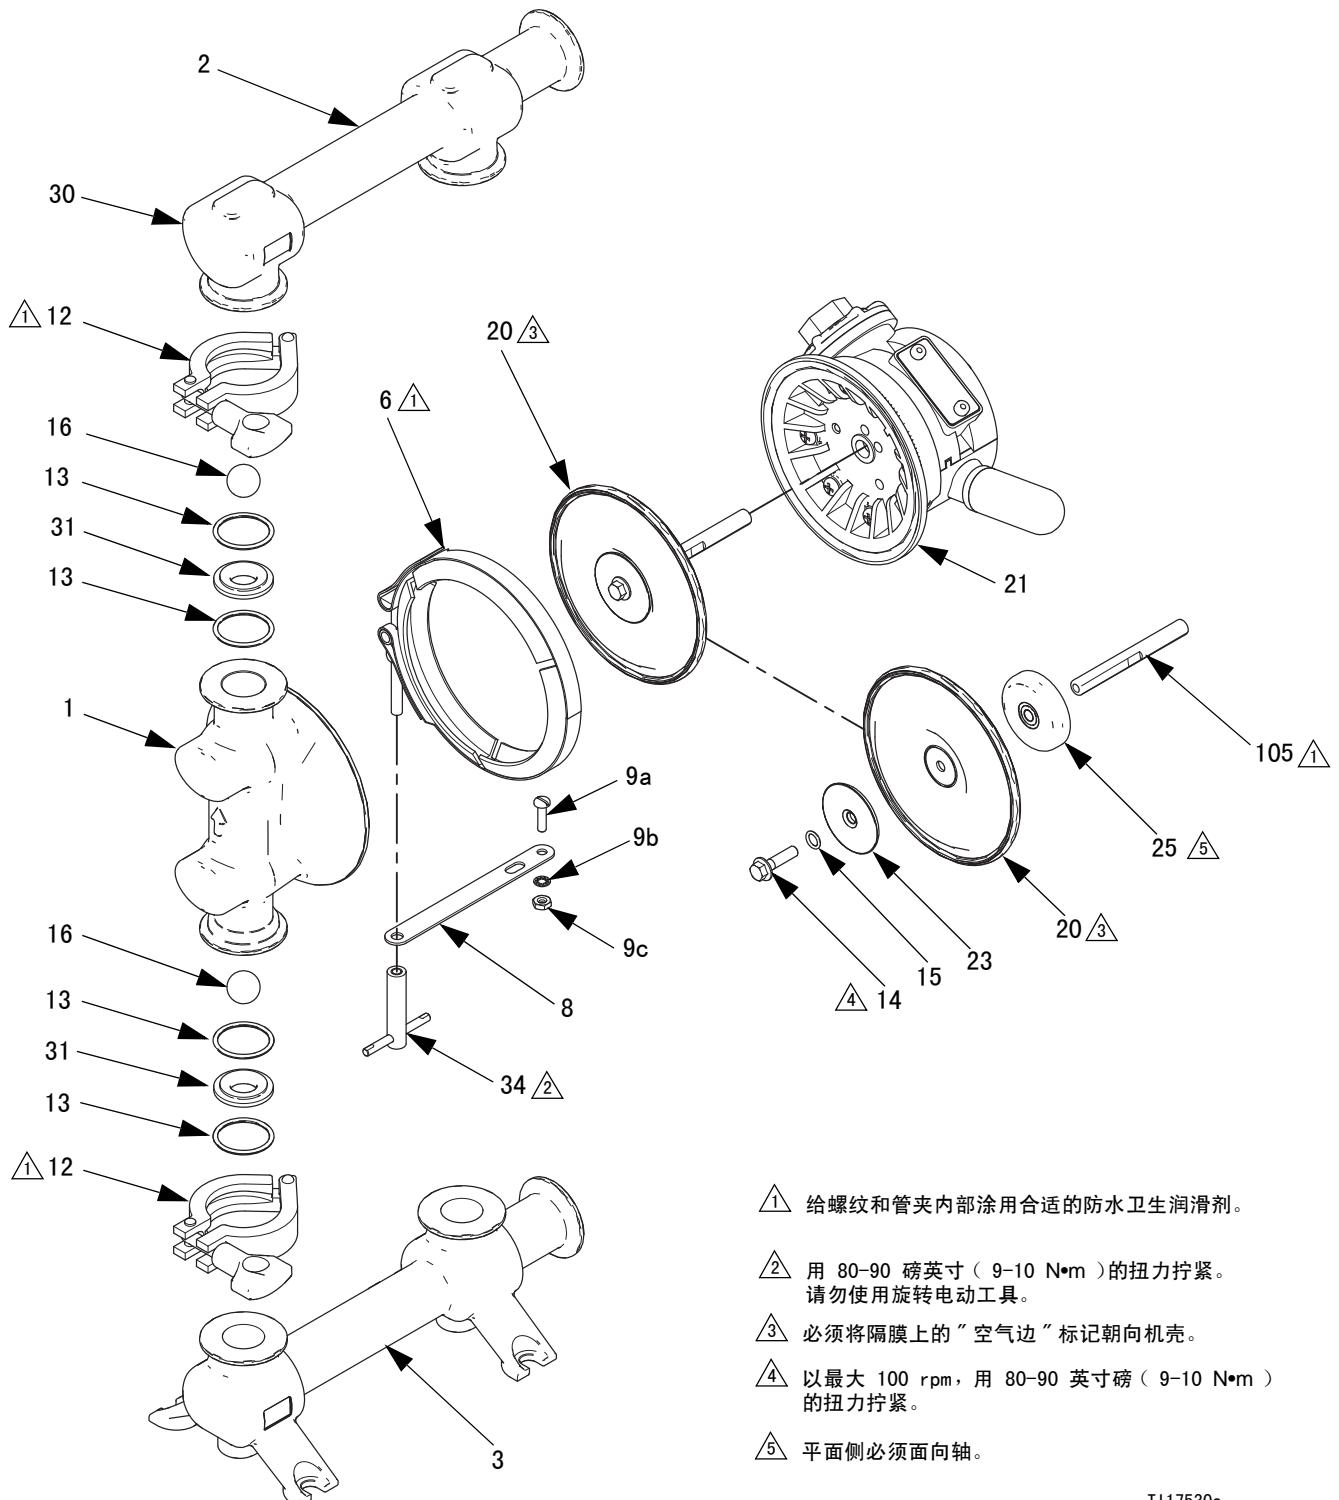

图 6: 拆卸 / 重新装配泵 (所示为三夹式型号)
- 卸下将出口歧管 (2) 固定到流体盖 (1) 的管夹 (12)。参见图 6。
- 卸下 O 形圈 (13)、阀座 (31) 和阀球 (16)。
- 拆卸管夹 (12) 和进气歧管 (3)。卸下 O 形圈 (13)、阀座 (31) 和阀球 (16)。
- 按照第 15 页上 图 6 中的所有说明，以相反的顺序重新组装。应确保球止回件和歧管都完全按图示组装。流体盖上的箭头 (A) (1) 必须指向出口歧管 (2)。
- 拆下螺母 (34) 和接地线 (8)，然后 拆下将流体盖 (1) 固定到空气盖 (21) 的管夹 (6)。将流体盖 (1) 从泵上拉出。参见 图 6。
- 使用两个螺栓上的 10 毫米套筒扳手拧松但不要拆下隔膜轴螺栓 (14)。